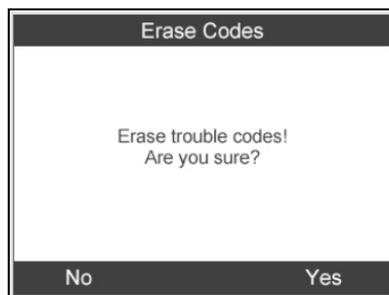

Imagen 6.6
- 2) Aparecerá una pantalla de confirmación. Pulse el botón de la **FUNCIÓN** correspondiente «**sí**» para continuar. De lo contrario, pulse el botón de la **FUNCIÓN** correspondiente «**no**» para salir. (Imagen 6.6)